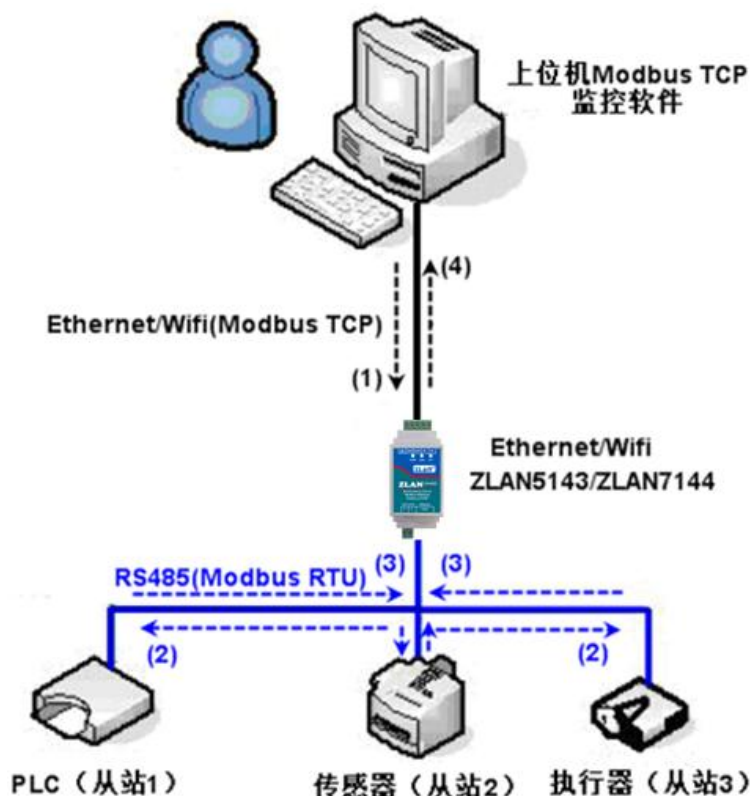

图 31 存储型 Modbus 网关工作方式
如图 31 所示：普通的 Modbus TCP 数据流方向为 (1) → (2) → (3) → (4)。即先将 Modbus TCP 指令转化为 Modbus RTU 的对应指令，然后设备应答 Modbus RTU 指令给 Modbus 网关，然后 Modbus 网关再次转化为 Modbus TCP 发送给监控上位机。